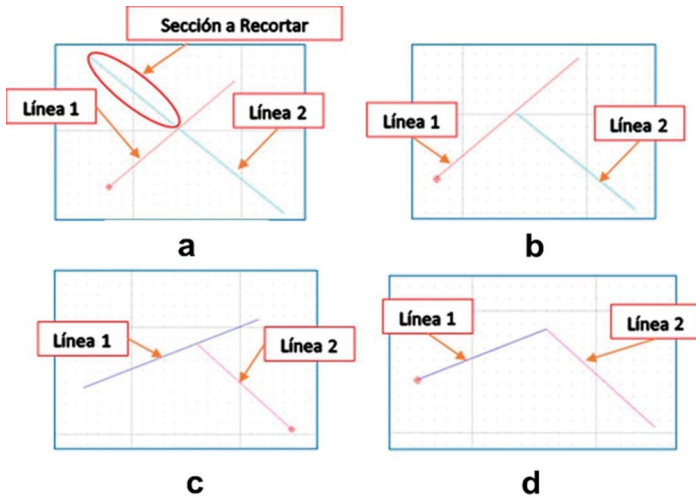

Fig. 9.45 Recorte de líneas
Como siempre que hayas activado un comando, puedes observar que el cursor cambia de forma a una cruz. Ya en el dibujo y activada la opción 'Recortar', ubica la cruz del cursor sobre la línea 1 y haz un clic izquierdo, observa que la línea se torna de color gris (fig. 9.45 a). En la opción 'Recortar', la primera línea que seleccionas es la línea de corte. Ahora mueve el cursor sobre la línea 2 y haz un clic izquierdo sobre ella. Esta es la parte de la línea que queremos conservar. La línea a la izquierda de la línea de corte (1), es la que resulta cortada (fig. 9.45 b, c). Para desactivar la opción recortar basta con dos clics derechos. Esta opción se utiliza para recortar líneas que no necesitas más, como las intersecciones.